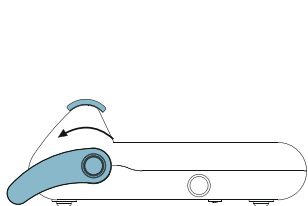

Fig. 2
- 3 Tirez sur la poignée de soudage jusqu'à ce qu'elle se verrouille. Un bip sonore retentit (Fig. 2), indiquant le début du processus de soudage (6 secondes). A la fin du soudage, la LED  s'allume et deux bips sonores retentissent en continu.